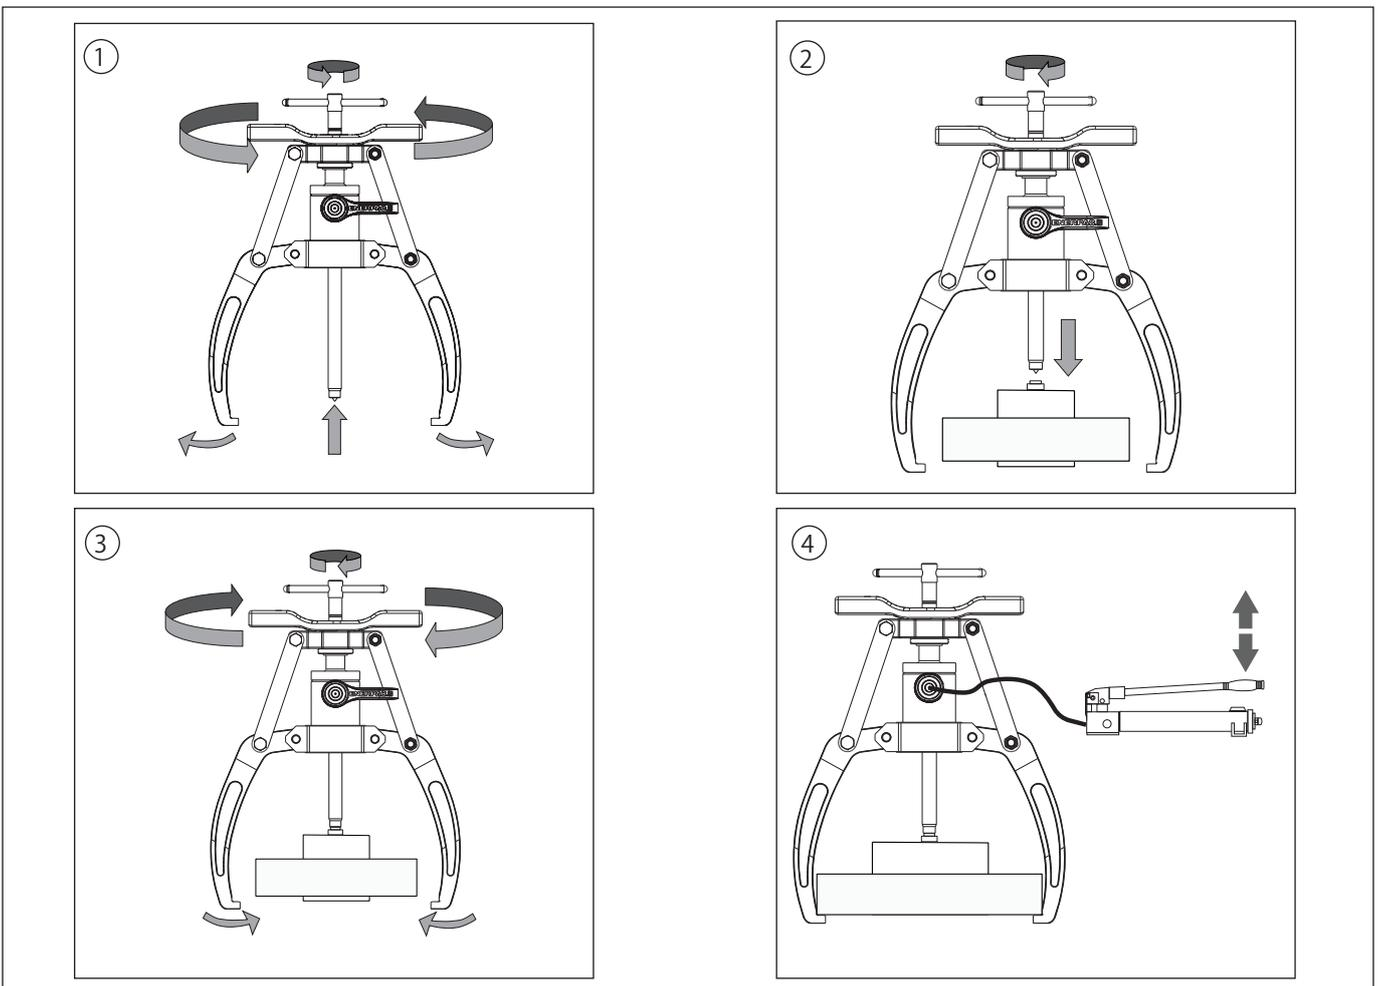

図6: プーラーの設置手順
1. スピンドルを回してスピンドルの高さを上下に調整します。ハンドルを回してジョーの開閉量を調整します。ジョーとスピンドルを調整してプーラーが作業片の上に取り付けられるようにします。以下の手順では、図6の1~4を参照してください。